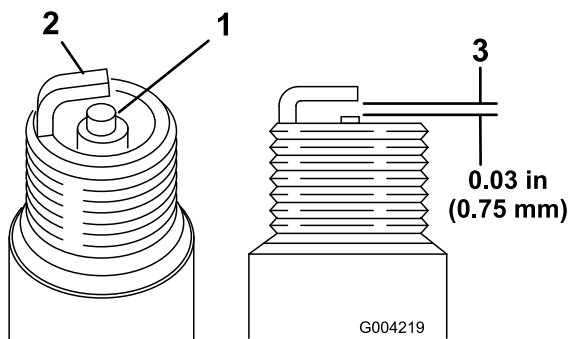

Figure 57
1. Examinez le centre de la bougie (Figure 57). Si le bec de l'isolateur est recouvert d'un léger dépôt gris ou brun, le moteur fonctionne correctement. S'il est couvert d'un dépôt noir, c'est généralement signe que le filtre à air est encrassé.
2. Contrôlez l'écartement entre l'électrode centrale et l'électrode latérale (Figure 57).
3. Courbez l'électrode latérale (Figure 57) si l'écartement est incorrect.